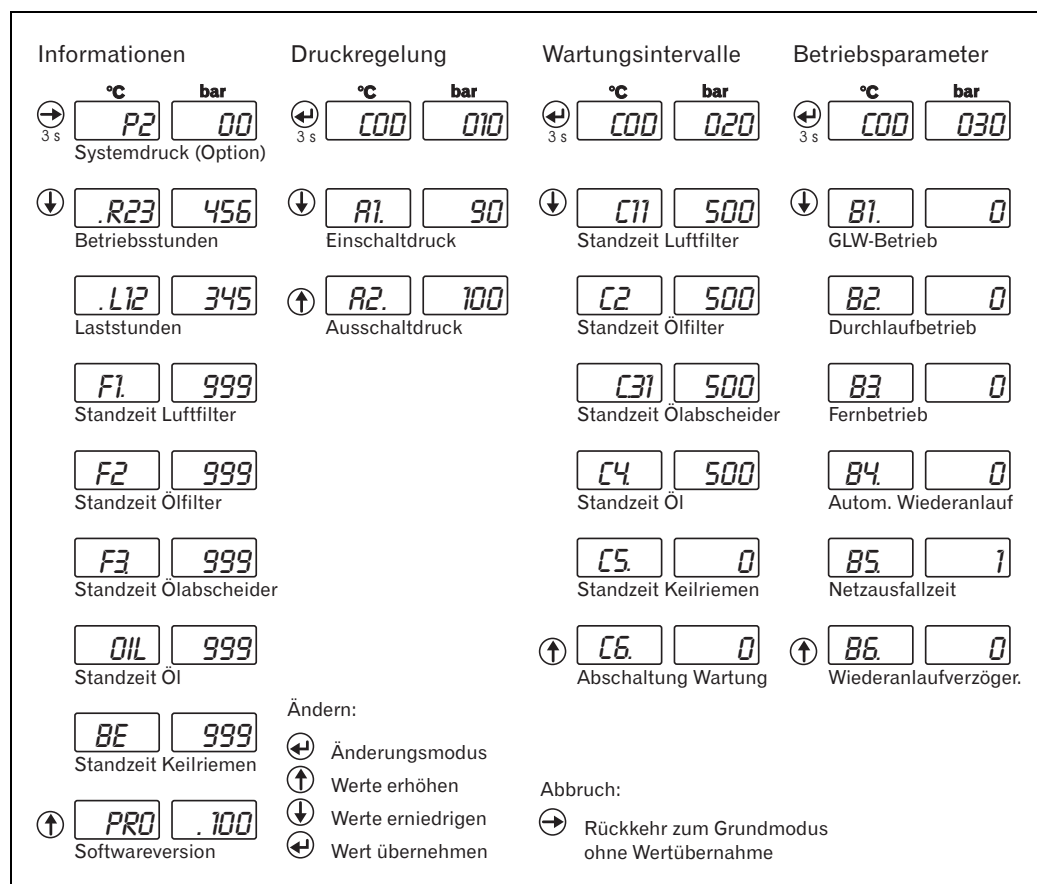

Fig. 1 Estructura de menú, menú de cliente
- ➔ Cierre la válvula de cierre en la salida de aire comprimido 25 (ver fig. 1: lista de componentes) .
- ➔ Desenrosque la boca de llenado de aceite 18 (ver fig. 1: Lista de componentes) en aproximadamente 1 vuelta para comprobar si se ha liberado toda la presión.
- ➔ Compruebe el nivel de aceite con el medidor de aceite 17 (ver fig. 1: lista de componentes) .
- Sople aire comprimido por las aletas de refrigeración del radiador de aceite 27 y del postrefrigerador de aire comprimido 26 (ver fig. 1: Lista de componentes) desde el interior de la máquina hasta que desaparezca el polvo y los residuos.
La válvula de seguridad 11 (ver fig. 1: Lista de componentes) está asegurada con un sello que no debe quitarse.